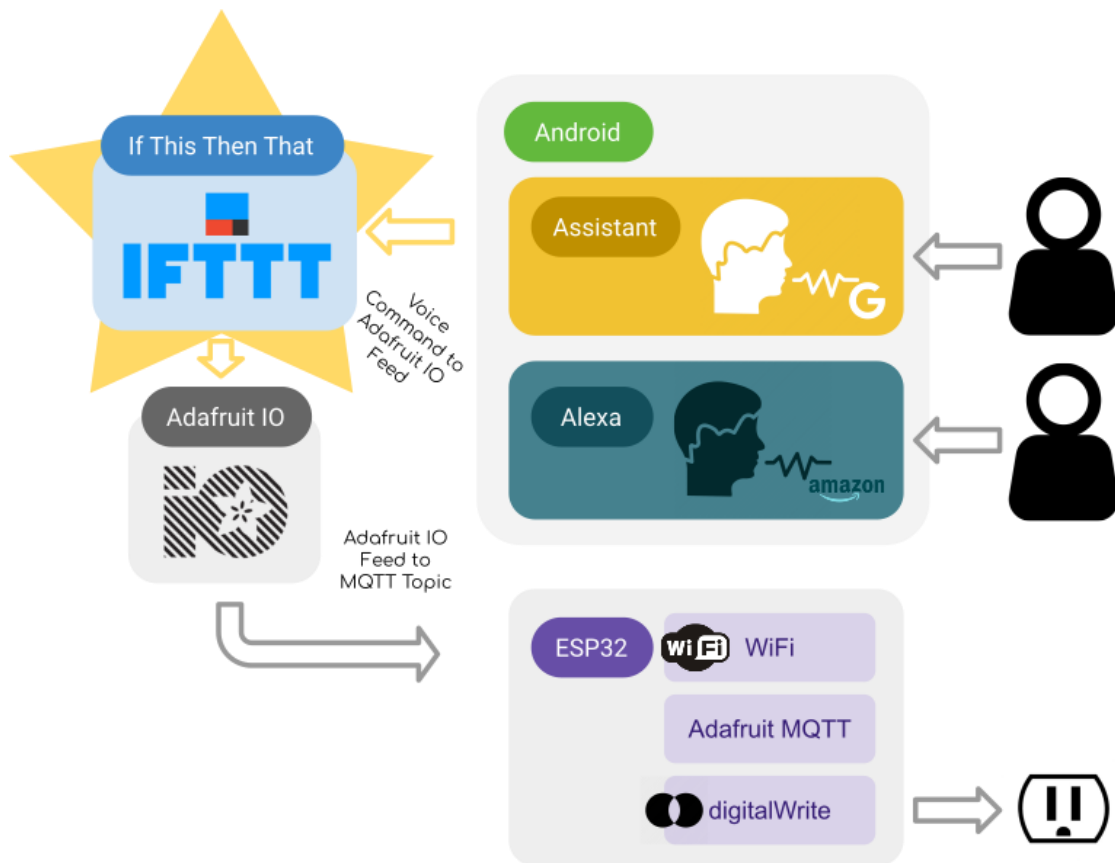

Figura 2. Diagrama arquitectónico de la solución.
La arquitectura de sistema es presentada en la figura 2. En la parte superior se encuentra los componentes de externos usados a nivel de servicios. IFTTT es el *middleware* clave que ensambla a Adafruit IO con Google Assistant. La práctica puede dividirse en dos secciones de desarrollo que serán diferenciadas en su momento. La primera parte consiste en comunicar la ESP32 con Adafruit IO (MQTT Broker) y permitir el encendido y apagado del relé remotamente a través de este protocolo e internet. Esto ya ha sido probado en otras prácticas del curso, pero se incluirá en esta guía para el público general. La segunda parte consiste en configurar IFTTT, Google Assistant y Alexa para tener la funcionalidad final.
5. Cree un nuevo *feed* (arriba aparece Feeds, presione en él y diríjase a sus *feeds*). Use el nombre "onoff". Este feed será usado para conectar con IFTTT (ver figura 2).